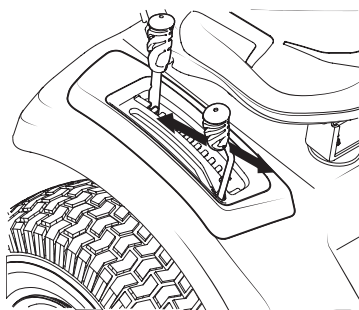

Figure 28
2. Poussez le levier vers l'avant pour embrayer la prise de force (Figure 28).